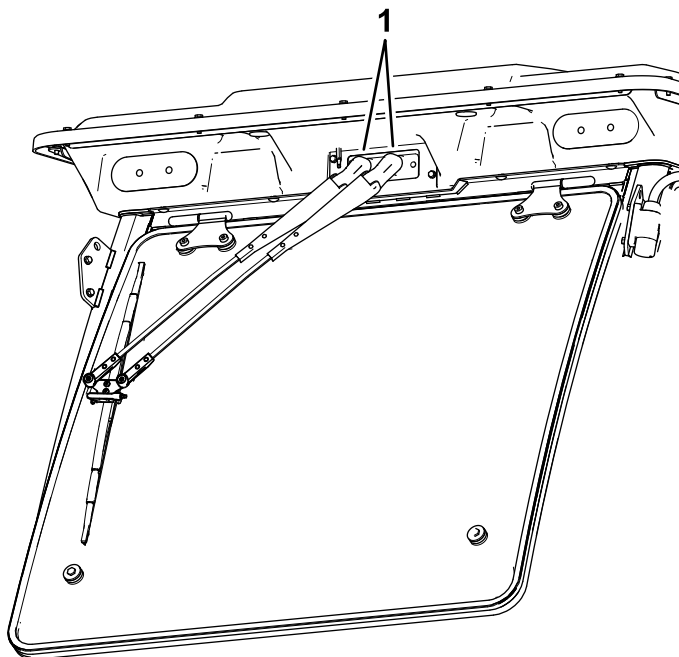

Bild 87
1. Öffnen Sie die Kappen an der Oberseite der Scheibenwischerarme (Bild 87).